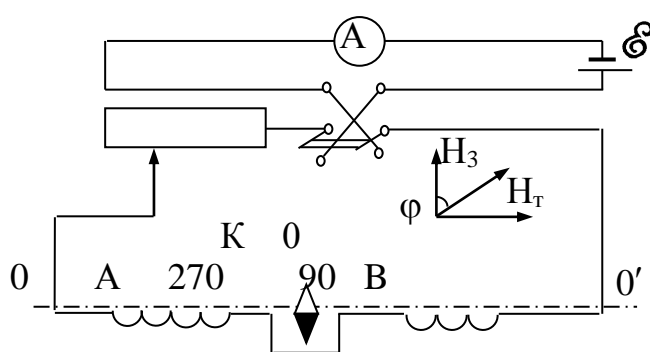

Рис. 3.7.2
Для снятия петли гистерезиса используется следующий метод. Берут две катушки  $A$  и  $B$ , между которыми помещают компас  $K$  (рис. 3.7.2). Ось катушек
катушек, и стрелка не будет отклоняться. Если затем в одну из катушек поместить железный или стальной стержень, то равновесие нарушится – стрелка отклонится на некоторый угол  $\varphi$  (рис. 3.7.2).
1. Собрать электрическую цепь (см. рис. 3.7.2). Компас поместить на расстоянии 10 – 20 см от каждой катушки. Стрелка компаса  $K$  должна быть перпендикулярна осям катушек и стоять на нуле. Все посторонние железные и стальные предметы удалить.